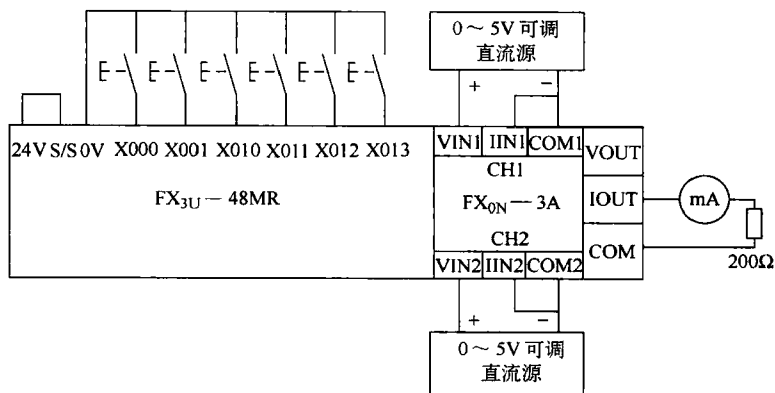

图 8-1 $\text{FX}_{0\text{N}}-3\text{A}$ 接线图
(1) 控制要求 $\text{FX}_{0\text{N}}-3\text{A}$ 输入通道 1 和输入通道 2 均为 0~5V 电压输入, 输出通道为 4~20mA 电流输出, 要求输出通道的数字量为两个给定输入通道数字量的平均值。
(2) I/O 分配及接线图 X000: 起动; X001: 停止; X010: 通道 1 偏移、增益调整; X011: 通道 2 偏移、增益调整; X012: 输出偏移调整; X013: 输出增益调整。系统接线图如图 8-1 所示。